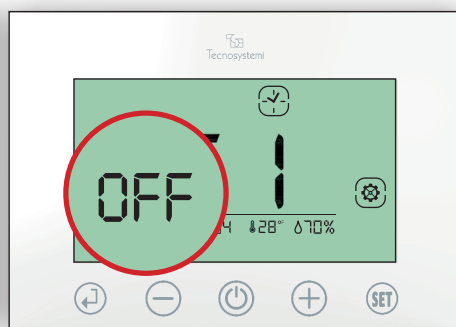

Fig.5
1.3 Verificare il lampeggio di OFF e fascia F1, premere il tasto (+) per impostare ON e confermare con (↩) (Fig.5)